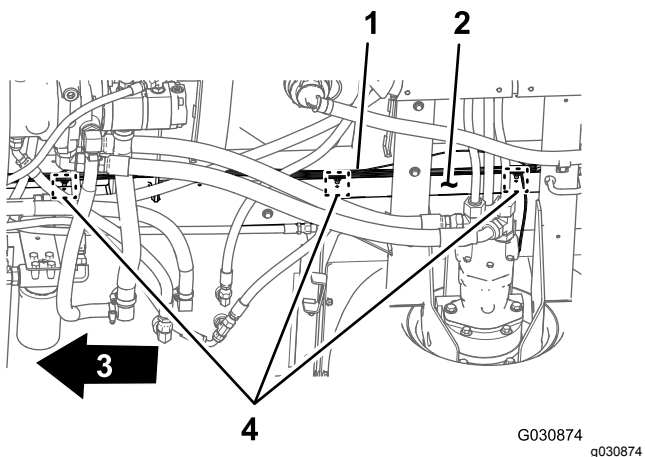

図 52
3. 後ワイヤハーネスを機体の右側フレームチューブに固定しているプッシュファスナー3個を外す 図 52。